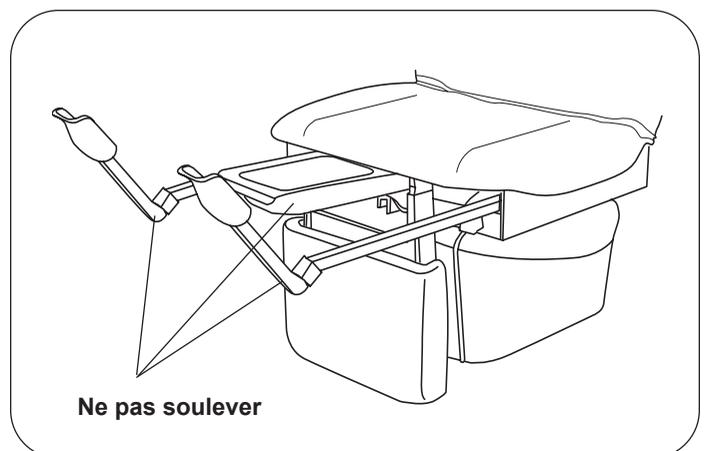

Figure 4. Étriers et bac de traitement
3. Retirez le ruban adhésif des étriers (figure 4). Retirez la glissière du bac de traitement et retirez le ruban adhésif des composants de l'ensemble du bac de traitement. Remettez la glissière du bac de traitement en position de rangement.